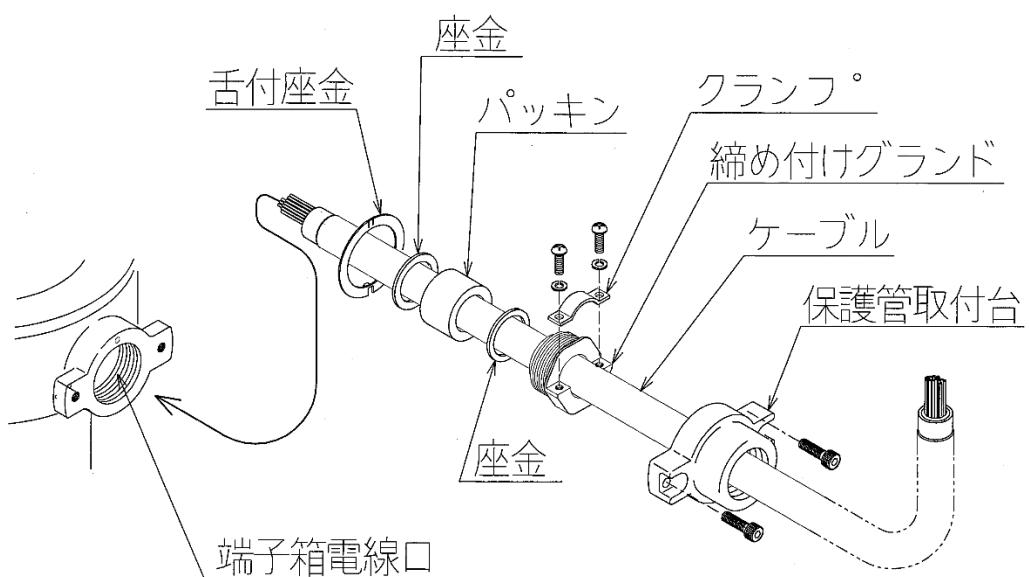
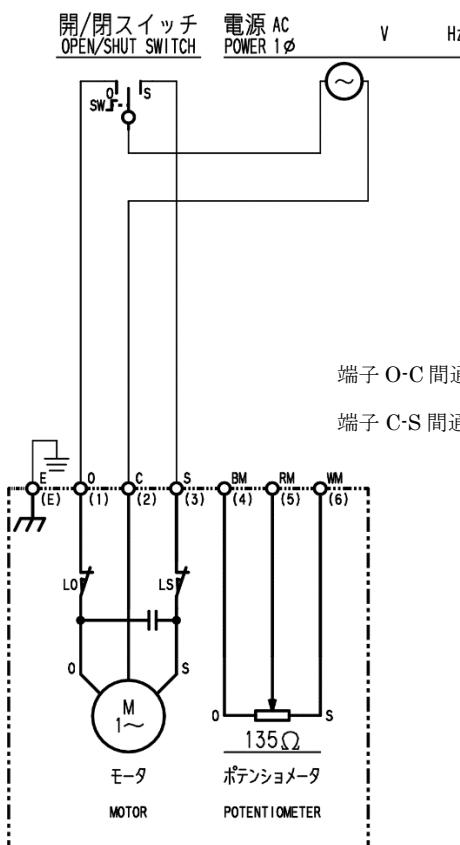

図5：耐圧パッキン式電線口詳細
図 6 : C形 (135Ω) 内部接続図
- (1) 端子箱カバーを取り外します。端子箱と端子箱カバーの間にはOリングが入っていますので、紛失したり傷を付けないように注意してください。
- (2) ケーブルを耐圧パッキン式電線口に通しケーブル先端に圧着端子を取付けます。圧着端子のかしめは適正工具で確実に行ってください。
- (3) ケーブルを図5の様に舌付座金、座金（2枚）、パッキン、締め付けグランドを順番に通します。ケーブルの位置決めをしたらクランプで締め付けグランドにしっかりと固定します。
- (4) 締め付けグランドを端子箱電線口にスパナを用いて止まるまでしっかりとねじ込みます。
- (5) 舌付座金は締め付けグランドの緩み止めです。あらかじめ折り曲げてある片方の舌を端子箱側の穴に入れてください。他方は締め付けグランドの六角面に沿って折り曲げます。
- (6) 図6、7に制御動作Cの標準接続図を示します。特殊仕様の場合、本図通りでは無いことがありますので、接続図や仕様書で確認してください。
- (7) 端子台への接続は、プラスドライバーの2番を使用し確実に行ってください。
- (8) 配線終了後、Oリングの挟み込みに注意して端子箱カバーを取付けてください。